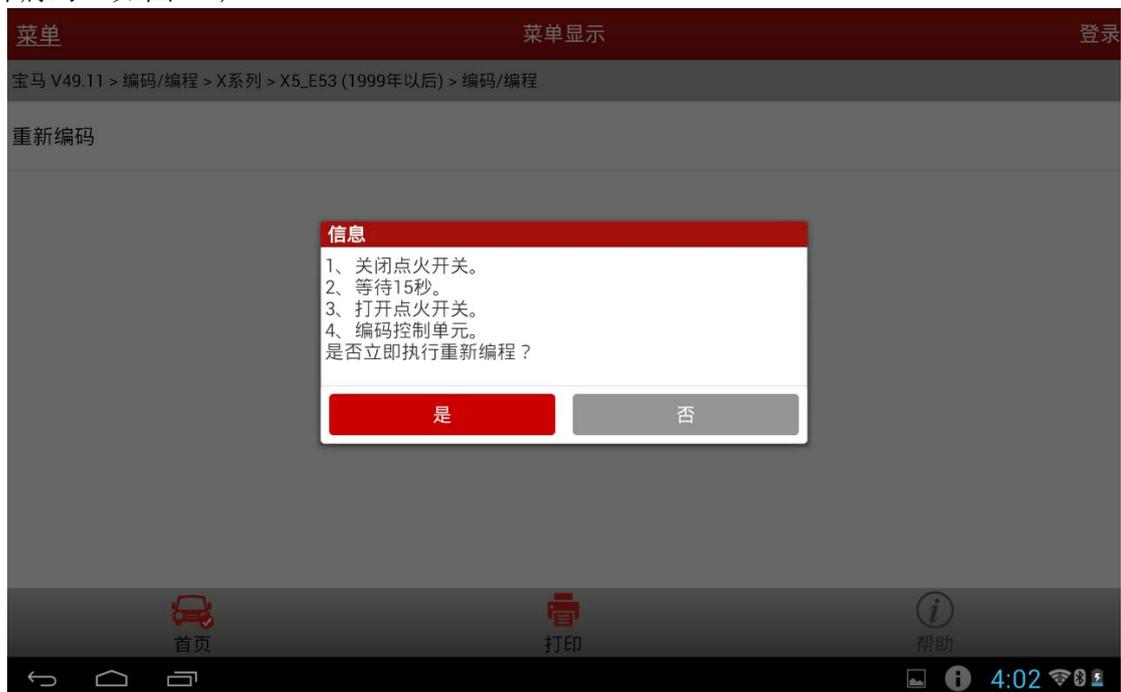

图 11
12). 注意提示信息：关闭点火开关；等待 15 秒；打开点火开关；控制单元。是否立即执行重新编码？如图 11；